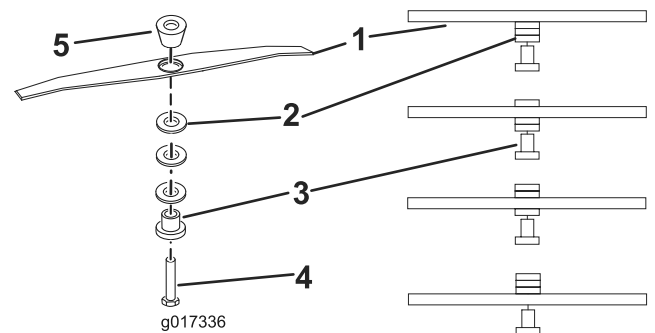
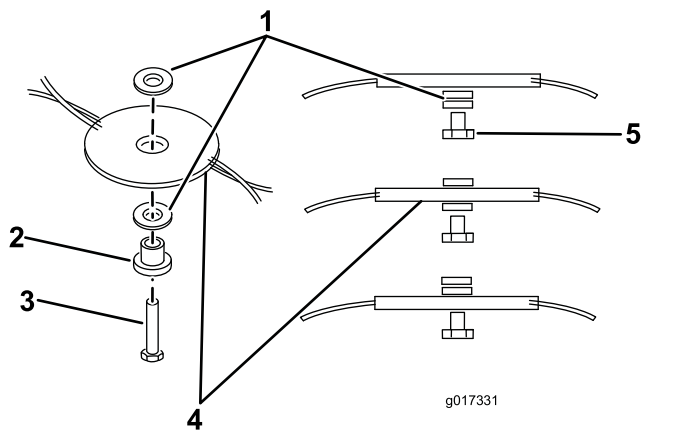

Figura 12
Figura 13
6. Riposizionate i distanziali all'altezza prevista e reinstallate il flexiblade/la barra di taglio (Figura 12, Figura 13).